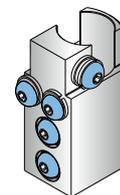

Fig. 3
- ➔ Die Tiefenerdsegmente mit 500 mm eignen sich speziell zur Längen Anpassung des Gesamterders, siehe auch die Standardlängen Fig. 3, Seite 4.
- ➔ The 500 mm earth rod segments are especially suitable for adjusting the length of the overall earth electrode, see also the standard lengths Fig. 3, page 4.
- TE 20 3000 M16 STTZN, Länge 3000 mm (siehe Fig. 3)
- ➔ Die Haltegabel dient in Kombination mit einem Auflager zum sicheren Absetzen der Erder über dem Bohrloch (siehe Fig. 3).
- ➔ Die Gel-Verbindungs-muffe dient zum dauerhaften Schutz der Verbindungsstellen (Anschlussstück/Anschlussklemme) vor dem Eindringen von Schmutz und Feuchtigkeit (siehe Fig. 3).
- ➔ Die Anschlussklemme dient zur direkten Kontaktierung an einen abgesägten Erder zum Anschluss von bis zu 4 Presskabelschuhen M6 z.B. zur Anbindung einer spannungsgesteuerten Abgrenzeinheit (VCSD) Art.-Nr. 923401 (siehe Fig. 3)
- TE 20 3000 M16 STTZN, length 3000 mm (see Fig. 3)
- ➔ The retaining fork is used in conjunction with a support to safely place the earth electrode above the borehole (see Fig. 3).
- ➔ The gel connecting sleeve is used to permanently protect the connection points (connector /connection clamp) against the ingress of dirt and moisture (see Fig. 3).
- ➔ The connection clamp is used for direct contacting to a sawn-off earth electrode for connecting up to 4x M6 crimped cable lugs; e.g. for connecting a voltage-controlled decoupling device (VCSD), part no. 923401 (see Fig. 3)